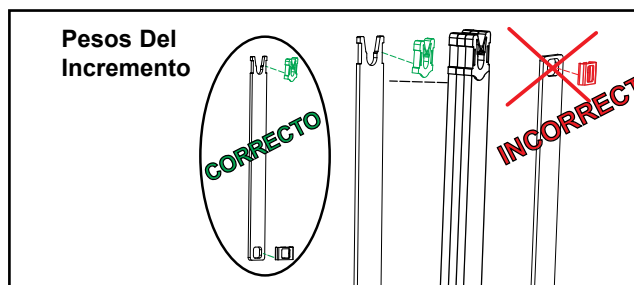

Figura 13
- I. Reinstalar los seis pesos del incremento eso fueron quitados en el paso 6A. Ver Figura 13.